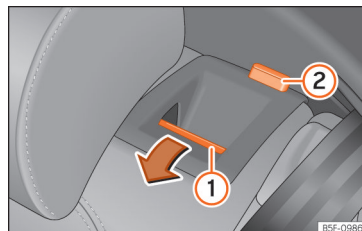

Abb. 161 In der Rückenlehne des Rücksitzes: Entriegelungstaste (1); rote Markierung (2).
- Ziehen Sie die Entriegelungstaste »» Abb. 161 ① nach vorn und klappen Sie gleichzeitig die Lehne vor.
- Die Rücksitzlehne ist entriegelt, wenn die rote Markierung des Tasters ② sichtbar ist.
Die Rücksitzlehne ist entriegelt, wenn die rote Markierung des Tasters »» Abb. 161 ② sichtbar ist.